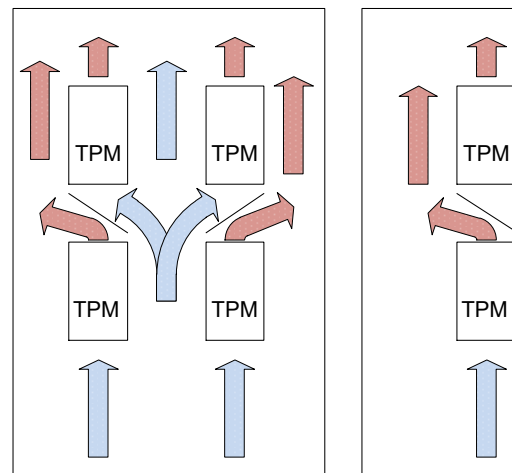

Рис. 5
- При установке регуляторов друг над другом между ними должно быть не менее 15см свободного пространства и дополнительно установлен дефлектор для отвода горячего воздуха (см. рис. 5).